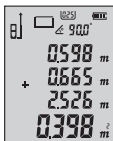

图2
2. 短按 **☒** 键，进入累加模式，再测量第二个面积，得到结果如下图2